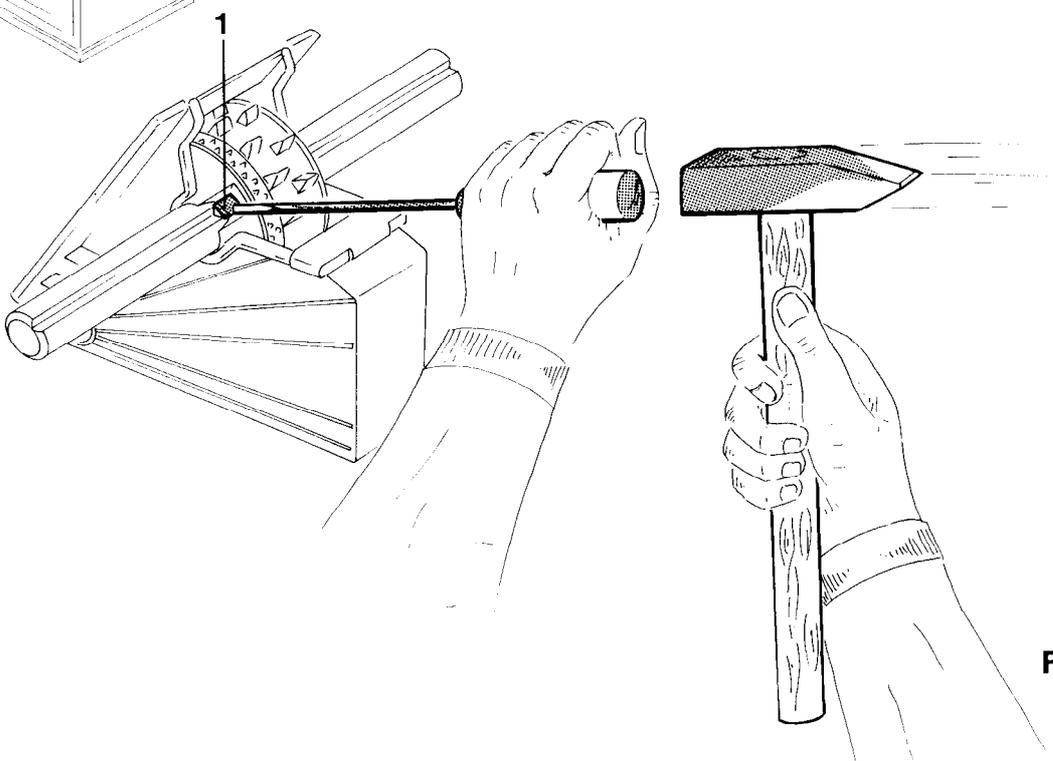

Fig. 5
- Nase (Fig. 5/1) vorsichtig mit kleinem Schraubenzieher nach Fig. 5 abschlagen und Grat abfeilen.